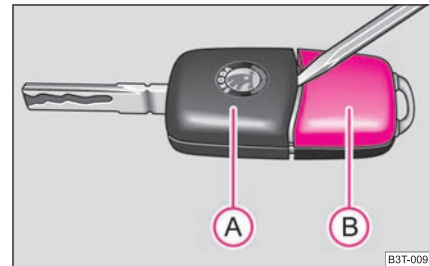

Abb. 23 Schlüssel mit Funk-Fernbedienung trennen
Jeder Funk-Schlüssel enthält eine Batterie, die im Deckel (B) des Sendergehäuses untergebracht ist ⇒ Seite 37, Abb. 23. Wir empfehlen Ihnen, die Schlüsselbatterie von einem Škoda Servicepartner wechseln zu lassen. Falls Sie jedoch die verbrauchte Batterie selbst wechseln wollen, gehen Sie wie folgt vor:
- Hebeln Sie das Schlüsselteil (A) ⇒ Seite 37, Abb. 23 vorsichtig mit einem dünneren Schraubendreher vom Sendergehäuse (B) ab.